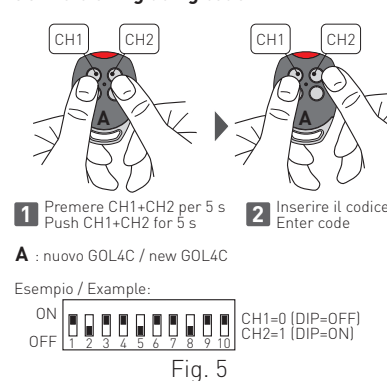

Fig. 5
7. Clonazione GOL4C con inserimento codice (fig. 5)
- Inserire un codice di 10 cifre premendo CH1=0 (OFF) o CH2=1 (ON). Tra una pressione e l'altra si dispone di 5 s.
7. GOL4C cloning using code (fig. 5)
- Insert a 10-digit code, pressing CH1=0 (OFF) or CH2=1 (ON). You have 5 s between one pressing and the next one.